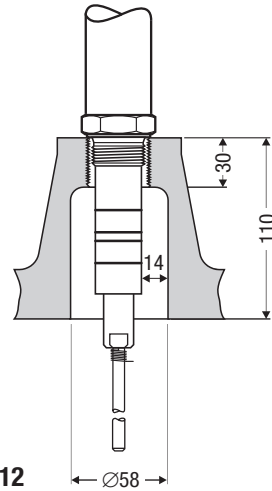

Fig. 12
- Vid inmontering av nivåelektroden **NRG 111-51** i en flänsstuds DN 50 får endast GESTRA-montagefläns användas! **Fig. 12.**
- Vid användning av nivåelektroden **NRG 111-51** skall man beakta gränsvärdena för pH-värdet (10) och den elektriska ledningsförmågan (100 µS/cm vid 25 °C).